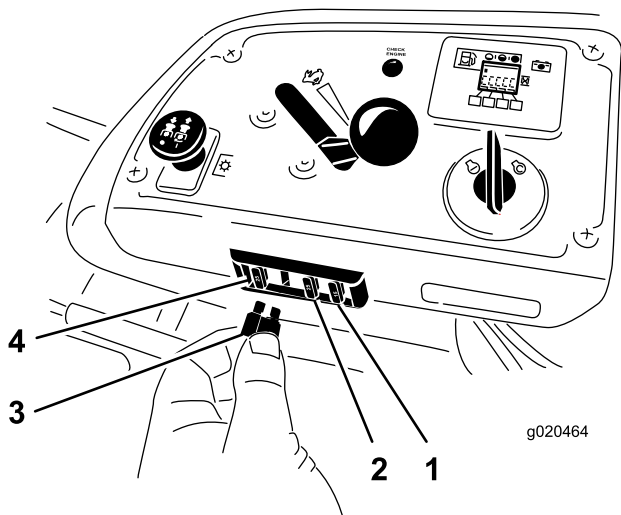

Figura 61
Los fusibles están situados en la consola de la derecha, junto al asiento (Figura 61).
2. Instale un fusible nuevo (Figura 61).